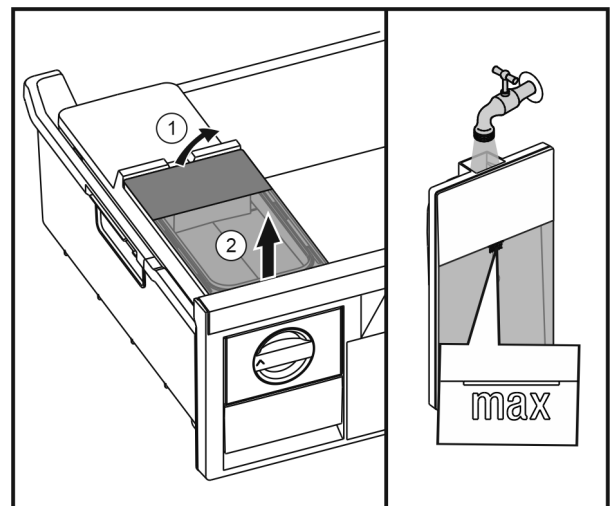

Fig. 26
- ▶ Підняти бак для води ззаду Fig. 26 (1) та вийняти вгору Fig. 26 (2).